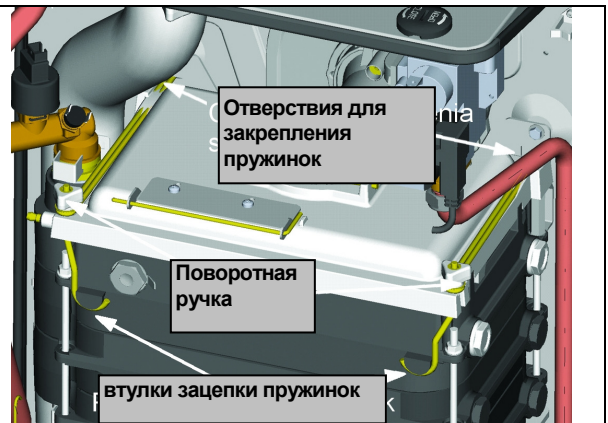

Рис. 31 Горелка
- 7) открутить но не вполностью (не снимать их) 2 поворотные ручки и нажимая на них снять пружинную систему с втулки зацепки (Рис. 31)